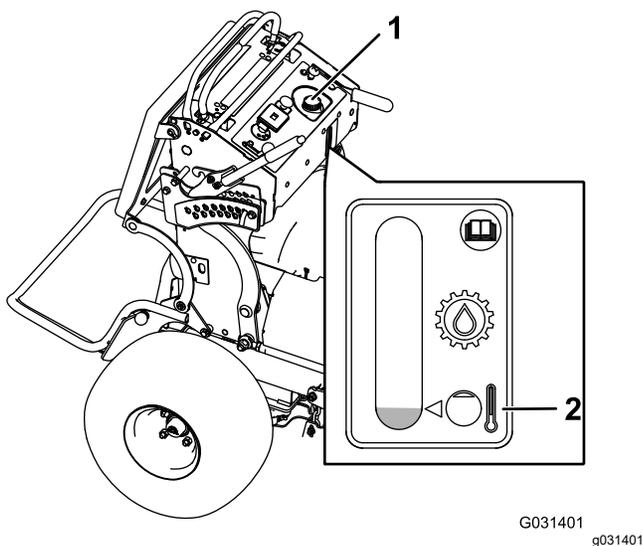

Рисунок 84
4. Очистите зону вокруг крышки и заливной горловины гидравлического бака (Рисунок 84).
5. Снимите крышку с заливной горловины (Рисунок 84).